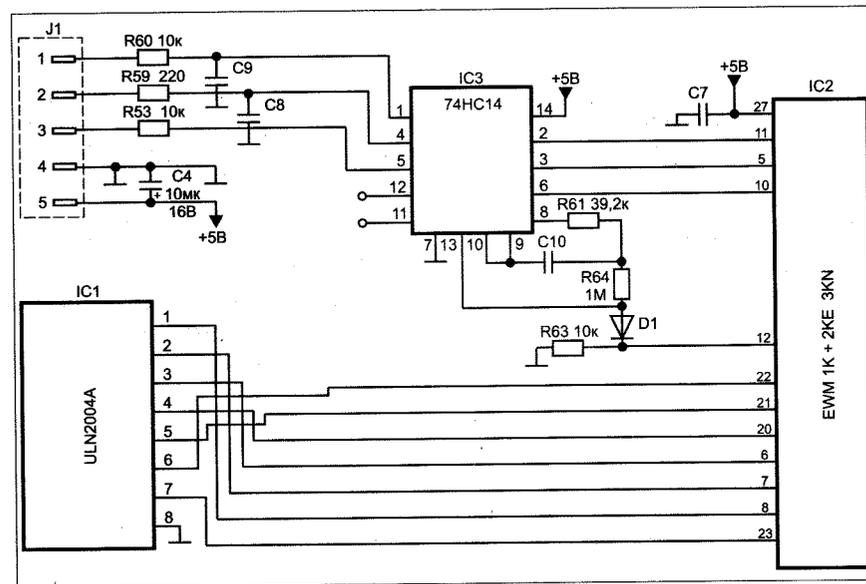

Рис. 8. Принципиальная электрическая схема. МК, интегральная сборка, интерфейс связи с основным ЭМ
- буферная микросхема IC3 (74HC14). Она представляет собой 6 формирователей с инверсией (триггеры Шмидта), часть из которых используются в качестве буферных элементов в цепях обмена информацией с основным ЭМ (рис. 8);